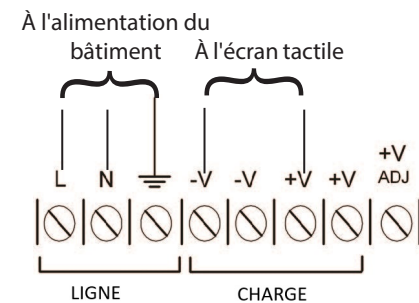

Figure 7: Câblage du bornier
2. En utilisant le boîtier d'alimentation électrique comme modèle, marquer l'emplacement des trous de fixation à l'arrière tel qu'illustré dans la figure 7. S'assurer qu'au moins un des côtés se situe au-dessus d'un montant mural.